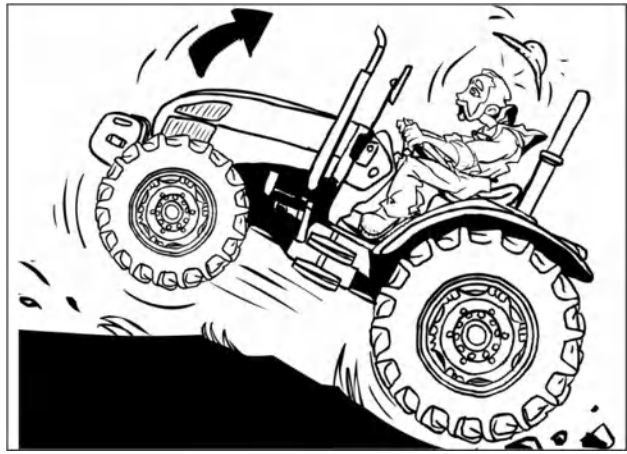

Рис. 2-34
- Если передняя часть трактора начинает подниматься, немедленно выключите сцепление (рис. 2-34).
- Если трактор застрял в грязи или примерз к земле, НЕ пытайтесь двигаться вперед. Это может привести к пробуксовке задних колес и опрокидыванию трактора (рис. 2-34). Поднимите любое подсоединенное навесное оборудование и попытайтесь **ВЫЕХАТЬ ЗАДНИМ ХОДОМ**. Если это невозможно, отбуксируйте трактор с помощью другого транспортного средства.